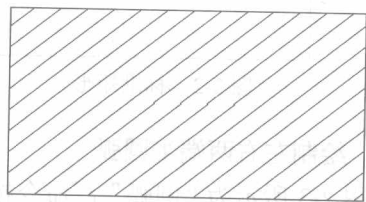

图 1-7 材料符号图
(4) 间距选择 1, ISO 笔宽选择默认。
(7) 其他保留默认设置,单击“确定”按钮,返回绘图界面,完成填充。效果如图1-7所示。